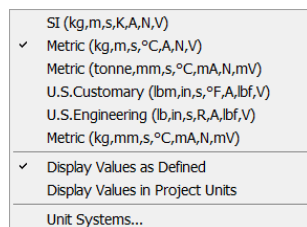

图 1-2 Units 菜单
- 菜单栏——位于标题栏下方，提供常见的菜单操作。需要注意的是 Units 菜单（图 1-2），其提供了不同的单位制供用户选择，默认情况下采用 m-kg 公制单位制。